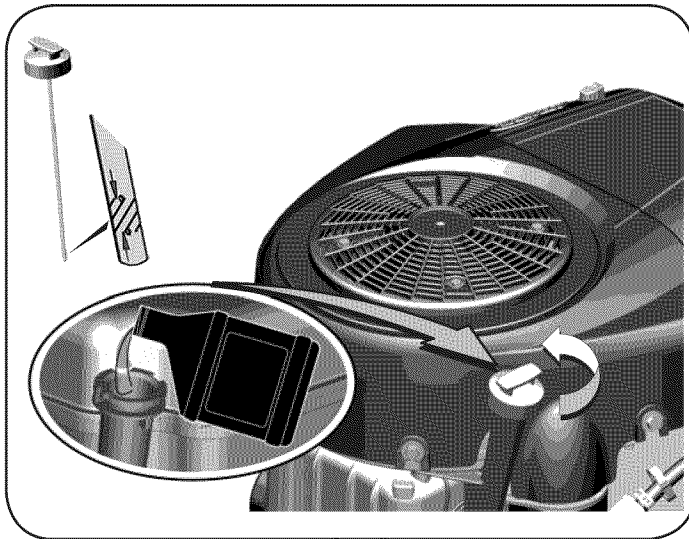

Figura 25
5. Retire la varilla y controle el nivel de aceite. Debería llegar a la marca de la varilla que indica que está lleno. Vea la Figura 25.